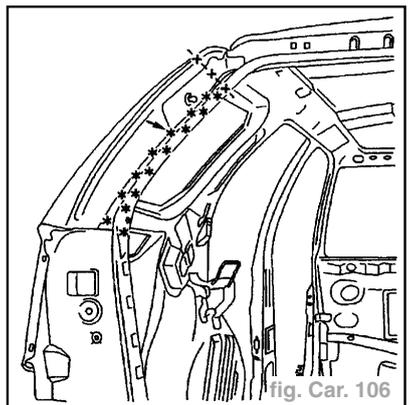

fig. Car. 106
- Tracer puis découper à l'aide d'une scie (fig. Car. 106).